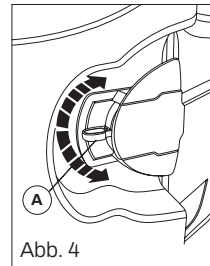

Abb. 4
- Ziehen Sie den Griff **A** nach innen, um das Schloss zu entriegeln. (Abb. 4)
- Schieben Sie den Griff **A** nach innen, um das Schloss zu verriegeln. (Abb. 4)